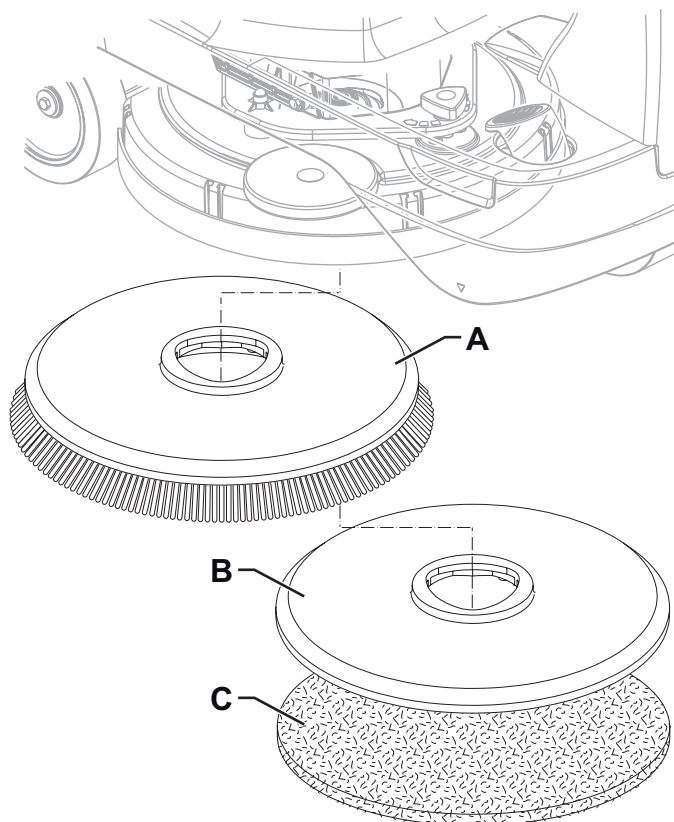

Figure 2
1. Sur la machine, et la brosse (A, Fig. 2) et le plateau support disque (B) avec disque (C) peuvent être installés, en fonction du traitement à effectuer sur le sol.
2. Positionner la brosse (A) ou le plateau support disque (B) sous la tête porte-brosses (7).
3. Insérer la clé opérateur (41) dans son logement.
4. Appuyer sur le bouton One-Touch™ (43) pour abaisser la tête sur la brosse.
5. Appuyer sur le bouton (45) pour permettre l'accrochage de la brosse.
6. Pour retirer la brosse est nécessaire de soulever la tête en appuyant sur le bouton (43), puis appuyer sur le bouton de déclenchement (45).